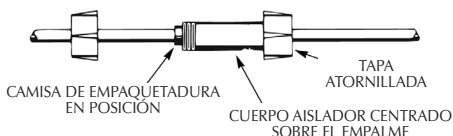

Figura 11
7. Centre el cuerpo aislador sobre el empalme y deslice las camisas de neopreno en el cuerpo hasta el final. Atornille las tapas en el cuerpo aislador (figura 11) y apriete a mano para obtener un empalme fuerte e impermeable.